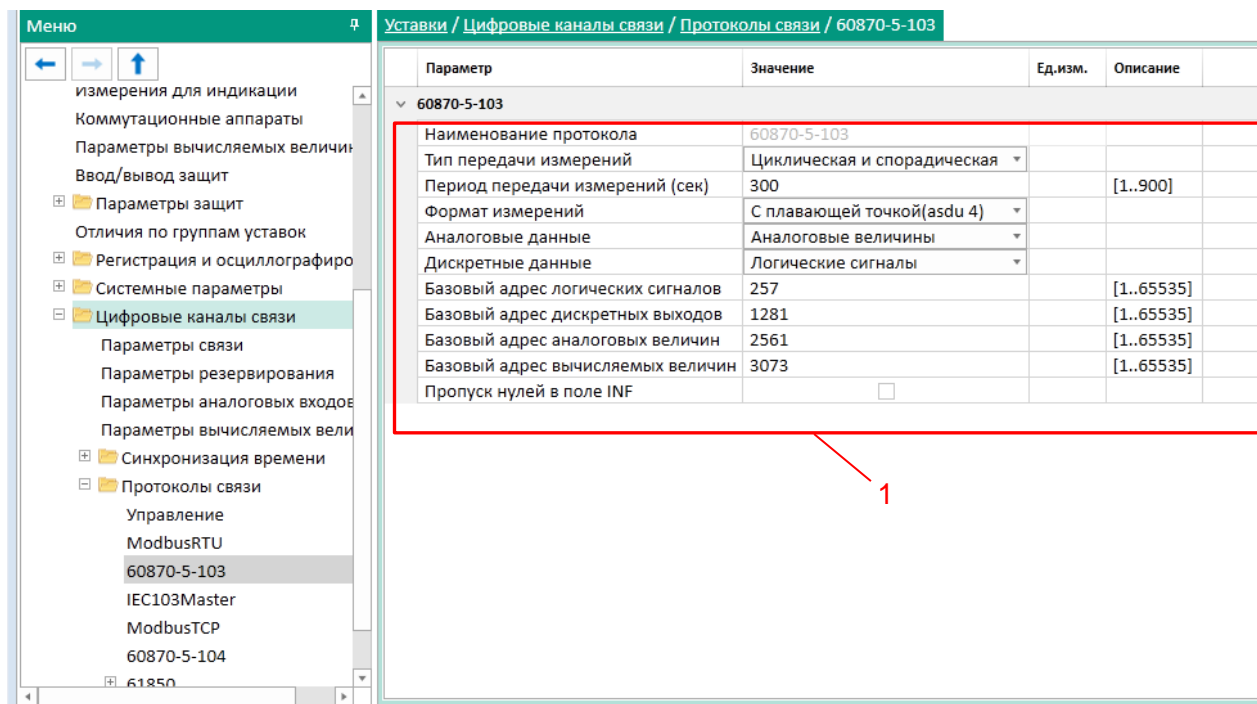

Рисунок 8 – Настройка протокола МЭК 60870-5-103
3.2.3 Установить параметры протокола МЭК 60870-5-103 в соответствии с проектом. Значения параметров протокола по умолчанию показаны на рисунке (см. рисунок 8, поз. 1). Описание параметров протокола МЭК 60870-5-103 приведено в таблице 2.